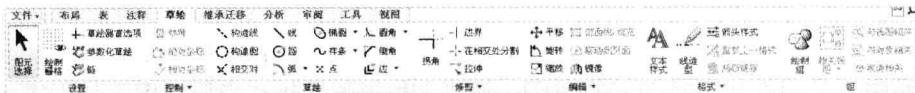

图 12-5 “草绘”选项卡
- “草绘”选项卡:主要用来在工程图中绘制及编辑所需要的视图等,如图 12-5 所示。